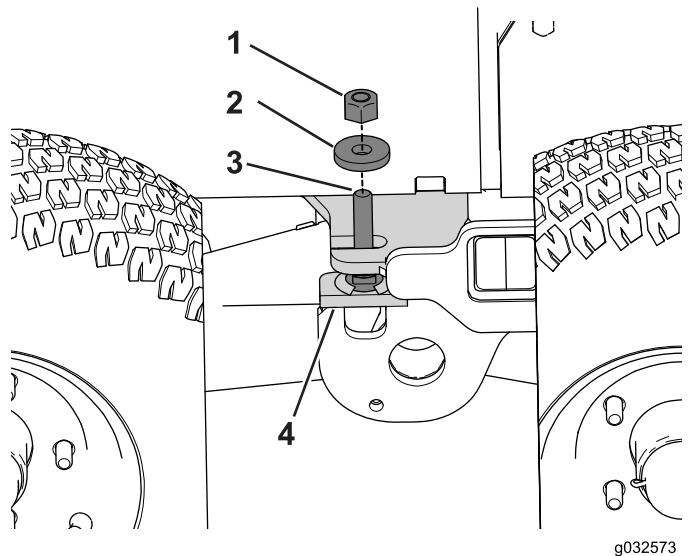

Рисунок 91
10. Установите контргайку и шайбу на резьбовую шпильку узла упора тележки (Рисунок 91).